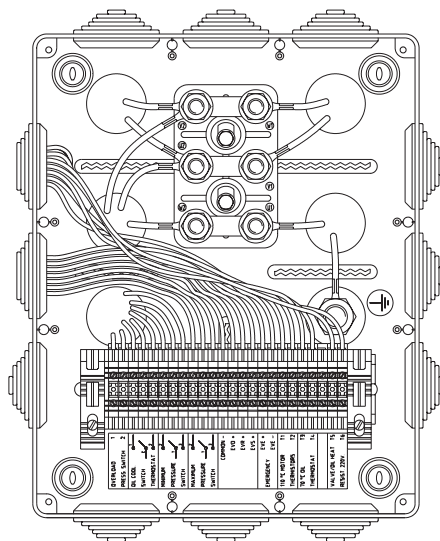

Fig. 14 Scatola dei collegamenti per centralina cablata
- La scatola della centralina completa di cablaggio (opzionale) comprende (vedi Fig. 14):